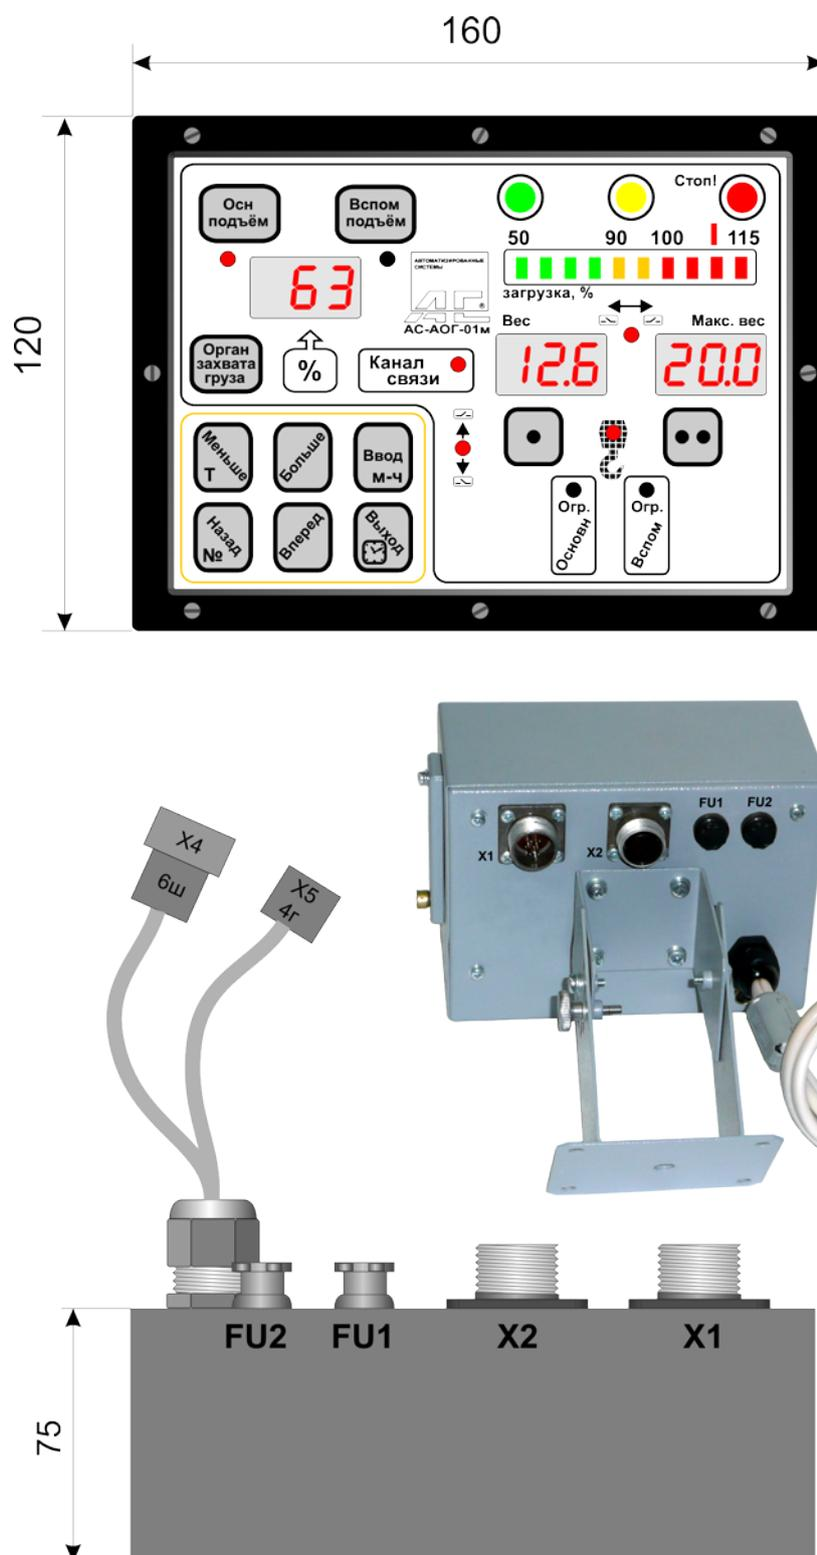

Рис.2
Подсоединение АОГ к электрооборудованию крана должно быть произведено в соответствии со схемой подключения рис.3, а именно через контакты разъема Х4 расположенного на тыльной стороне блока АОГ (рис.2), на задней стенке.
6.3.3. К блоку питания относятся 2 плавких предохранителя FU1 и FU, расположенных в блоке АОГ, рис.2. Самовосстанавливающийся предохранитель FU1 (1А) размещен внутри блока и предназначен для защиты внутренних электронных цепей блока АОГ, а плавкий предохранитель FU (5А), размещен на задней стенке блока АОГ и предназначен для защиты цепей управляющих реле от короткого замыкания. Питание реле осуществляется независимо от внутренних электронных цепей блока АОГ.
7.4. Подключение составных частей, а также подключение системы АОГ к системе электрооборудования крана производите в соответствии со схемой подключения АС-0002.00.000.00м Э5, рис.2.